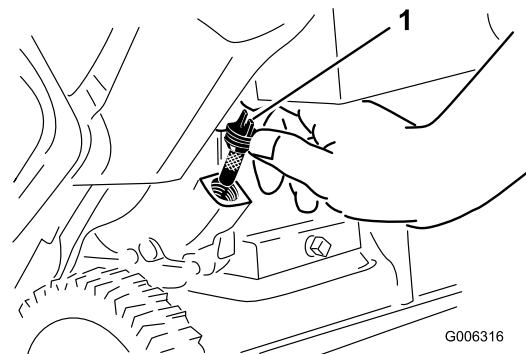

Figure 12
2. Nettoyez la surface autour du bouchon de remplissage d'huile (Figure 12).